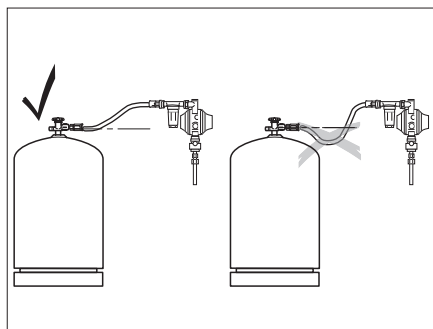

Fig. 249 Posa del tubo flessibile ad alta pressione
- ▶ Durante la posa del tubo flessibile ad alta pressione, assicurarsi che il tubo sia sempre in salita (Fig. 249).